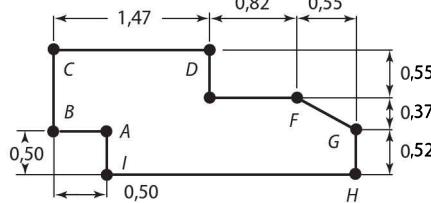

Figura 1-37 Escreva um conjunto de coordenadas incrementais para esta peça.
10. Escreva um conjunto de coordenadas incrementais para o formato mostrado na Figura 1-37. Note que a escala do desenho não precisa ser em tamanho real. Assuma que a ferramenta está posicionada no PZP (canto inferior esquerdo) e prossiga para o ponto A, em seguida, em torno da peça em sentido horário. Feche o formato do ponto I ao ponto A. Nenhum movimento no eixo Z é necessário para este exercício.